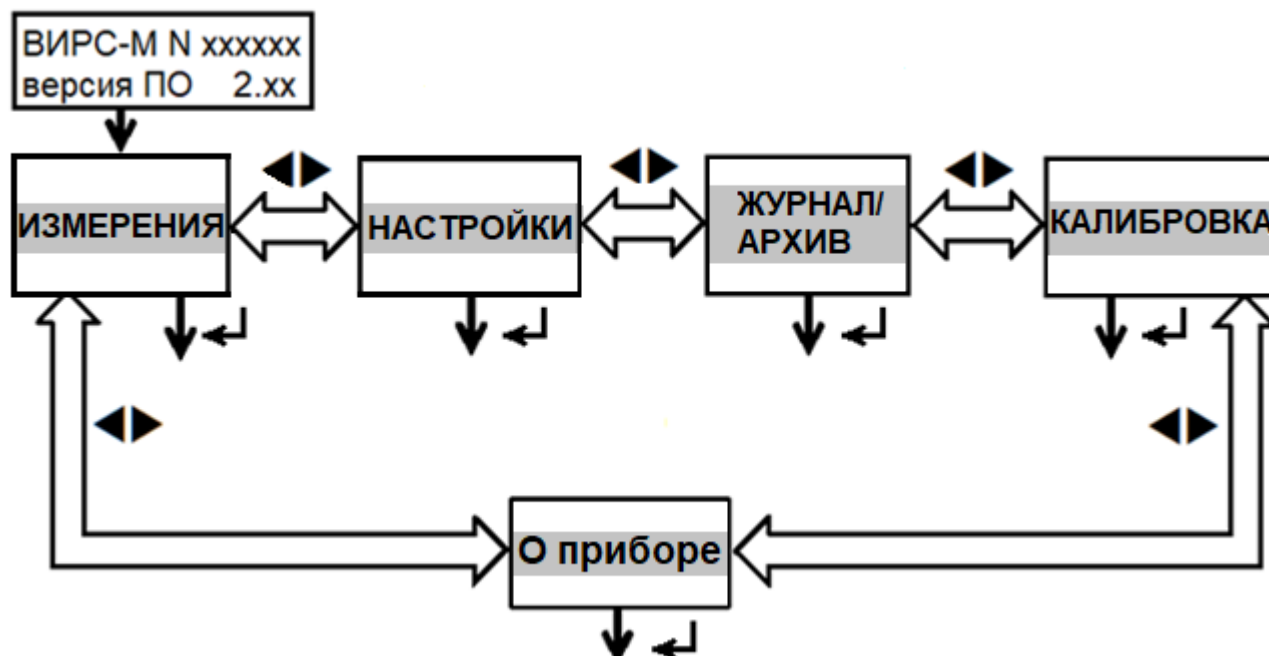

Рисунок 5. Структура меню расходомера.
12.1.1 Меню расходомера состоит из двух уровней (рисунок 5). Первый уровень содержит одно информационное окно, появляющееся при включении расходомера, после прохождения теста, и отображает тип, заводской номер и версию ПО.